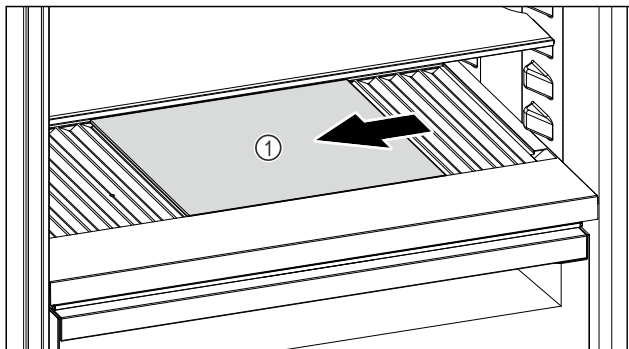

Fig. 153
- Glasplatte Fig. 153 (1) nach links, in die Mitte oder nach rechts verschieben.